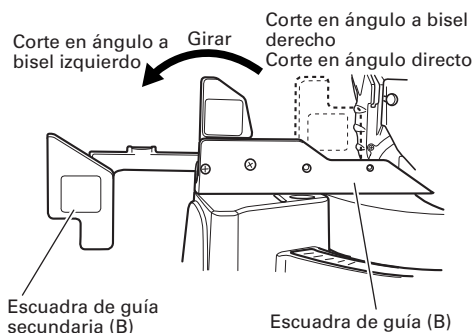

Fig. 12
Esta herramienta mecánica está equipada con una escuadra de guía secundaria (B). En el caso de corte en ángulo directo y de corte en ángulo a bisel derecho, utilice la escuadra de guía secundaria (B). Esto le permitirá realizar un corte estable del material con una cara trasera ancha. En el caso de corte a bisel izquierdo, eleve la escuadra de guía secundaria (B) tal como se observa en la Fig. 12 y luego gírela en el sentido contrario a las agujas del reloj.